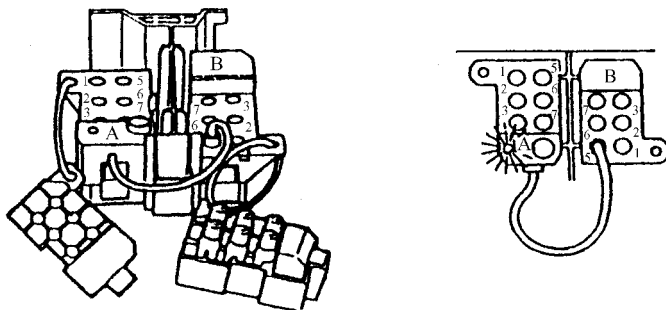

图 6-17 VOLVO 车系 SRS 故障诊断方法
1)将诊断线插到诊断插座 B 第 5 插孔中,如图 6-17 所示。